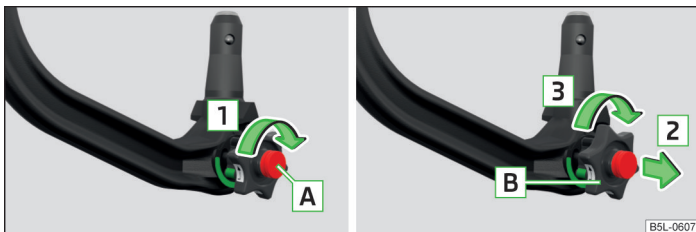

Fig. 127 Reglarea poziției de disponibilitate
- Rotiți cheia **A** în sensul săgeții **1** până la limită » fig. 127.